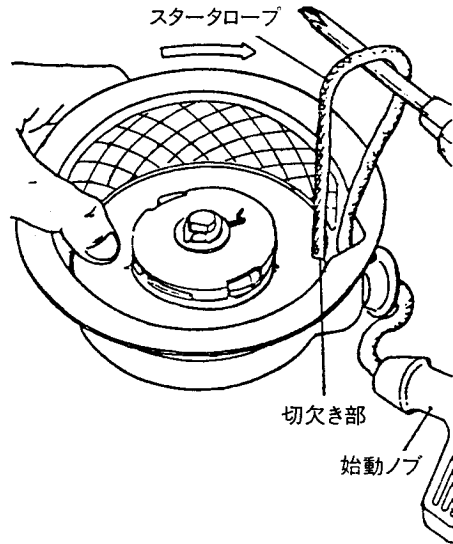

Fig 12-1
- (1) リコイルスタータをエンジンから取り外して下さい。（ボックススパナ等で）
- (2) 始動ノブを引き、スタータロープを30～40 cm引き出し、リールの切欠き部がスタータロープの出口に来た所で、リールが逆転しない様に Fig 12-1 のように親指でしっかり押えて、ドライバーでスタータロープをリコイルスタータの内側に引き出します。
(1) 2～3回始動ノブを引き、スタータロープを少し引出して見て下さい。
- ① 始動ノブが重く引けない場合は、部品が指示通り組付けられているか再確認して下さい。
- ② ラチェットが作動しない場合は、スプリングが入っているか再確認して下さい。
(2) 始動ノブを引きスタータロープを一杯まで引出して見て下さい。
- ① リール内にスタータロープが残っているか、又はスタータロープが全々戻らない場合はゼンマイが無理が掛っていますので、スタータロープを Fig 12-1 の要領で1～2回巻戻して下さい。
- ② スタータロープの戻りが弱い、又は始動ノブが途中で垂下がる場合は摩擦部に数滴モビール油を注油して下さい。